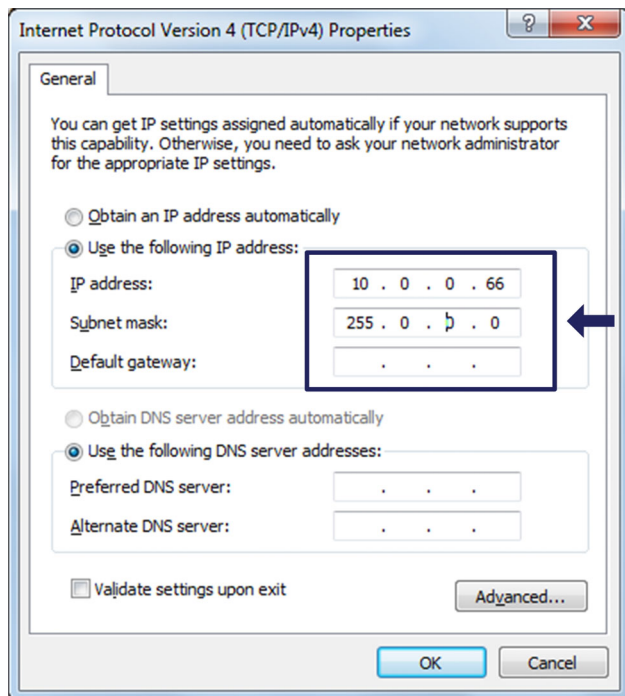

Fig. 3.9 IP y subred
- Ajuste la **dirección IP** y la **máscara de subred** (Fig. 3.9).